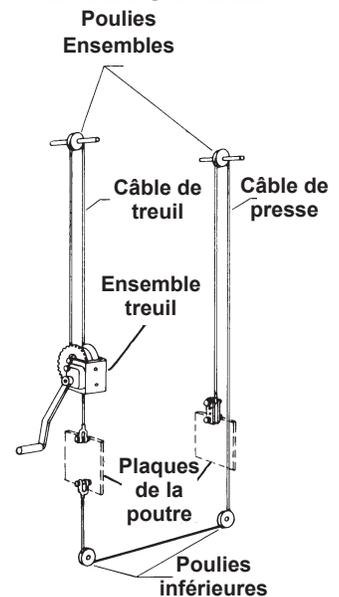

Figure 1
1. Placez la poutre inférieure (Élément 29, page 1 de 2) sur deux blocs en bois (4×4s environ 61 cm de long). Placez les blocs perpendiculairement à la poutre. **IMPORTANT : Assurez-vous que les trous de fixation des câbles des cales de poutre sont dirigés vers le haut. Voir Figure 1 à droite.**
2. Fixez un pied (26) et la patte de poulie inférieure (35) au montant gauche (27) avec des vis d'assemblage et des écrous hexagonaux (8).
3. Glissez le montant gauche dans l'ensemble poutre inférieur (29) jusqu'à ce qu'il soit bien calé contre la cale de poutre.
4. Glissez le montant droit (21) dans l'ensemble poutre inférieur (29) jusqu'à ce qu'il soit bien calé contre la cale de poutre et la patte de poulie (35). Puis fixez le pied (26) au montant droit (21) et à la patte de poulie inférieure (35) avec des vis d'assemblage (25) et des écrous hexagonaux (8).
5. Montez des poutres supérieures (3) en haut de chaque montant (27 et 21) en utilisant des vis d'assemblage (5) et des écrous hexagonaux (4). **REMARQUE : Les trous d'assemblage dans les poutres supérieures pour l'ensemble piston (15) doivent être dirigés vers le bas.**
6. Pour installer le mécanisme de levage de poutre, insérez les axes de poulies (1) dans les trous intermédiaires d'un côté des montants de la presse, placez les poulies (2) sur les axes, puis poussez les arbres dans les trous de l'autre côté des montants de la presse. *Remarque : L'assemblage de la presse terminé, lubrifiez les deux axes avec de la graisse à usage général.*
7. Fixez la poutre restante aux montants avec des boulons de poutre (5) et des contre-écrous hexagonaux (4). Ceci maintiendra les poulies (2) et les axes (1) en place.
8. Attachez le câble du treuil (9) à l'ensemble treuil (23), puis fixez l'ensemble treuil au montant gauche (27) avec des vis d'assemblage (11) et des rondelles (2). Serrez fermement les vis.
9. Après avoir passé le câble de treuil (9) sur la poulie, accrochez l'extrémité du câble au trou supérieur de la plaque de levage de la poutre gauche, avec une vis d'assemblage (16) et un écrou hexagonal (13).
10. Avec une vis d'assemblage (16) et un écrou hexagonal (13), accrochez le câble de presse (10) au trou inférieur de la plaque de levage de la poutre gauche.
11. Déposez le câble de presse (10) au centre de la patte de levage inférieure (35), puis mettez en place les poulies (24) avec les axes de chape (33); maintenez en place avec des goupilles fendues (32). *Remarque : L'assemblage de la presse terminé, lubrifiez les deux axes de chape avec de la graisse à usage général.*
12. Faites passer le câble sur la poulie supérieure droite (2) et accrochez-le à la patte de levage de poutre droite, avec les sangles de câble (20), les vis d'assemblage (18) et les écrous freinés (13). (Voir Fig. 1 Schéma de montage du câble.) **REMARQUE : Pour attacher le câble, placez les anneaux de montage du câble dans le trou central des sangles de câble (20).**
13. Levez et abaissez l'ensemble poutre pour s'assurer que le treuil et le câble fonctionnent librement. Ensuite, levez la poutre juste assez pour installer deux goupilles de poutre (34) dans les montants. Puis abaissez la poutre sur les goupilles de poutre. *Remarque : Une fois que la poutre repose sur les axes (34), assurez-vous qu'il y a du mou dans le câble de presse (10). Si l'ensemble poutre ne fonctionne pas librement, ou s'il n'y a pas de mou dans le câble quand la poutre repose sur les axes, repositionnez le câble dans l'anneau de montage (vers le haut ou vers le bas) jusqu'à ce que la poutre fonctionne librement et qu'il y a du mou dans le câble. Quand la poutre se déplace librement et que le câble est positionné correctement, retirez les deux blocs de support et serrez tous les écrous (13) avec une clé.*
14. Fixez une patte de montage de pompe (22) au montant droit de la presse (21) avec des vis d'assemblage (31) et des écrous hexagonaux (30).
2. Faites passer le vérin hydraulique (15) dans la plaque de montage du vérin (14). Reportez-vous à la figure 1.